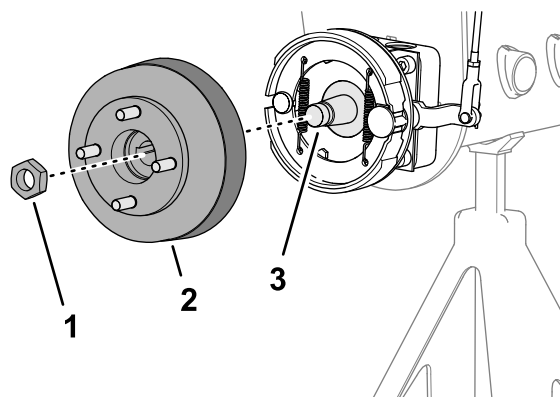
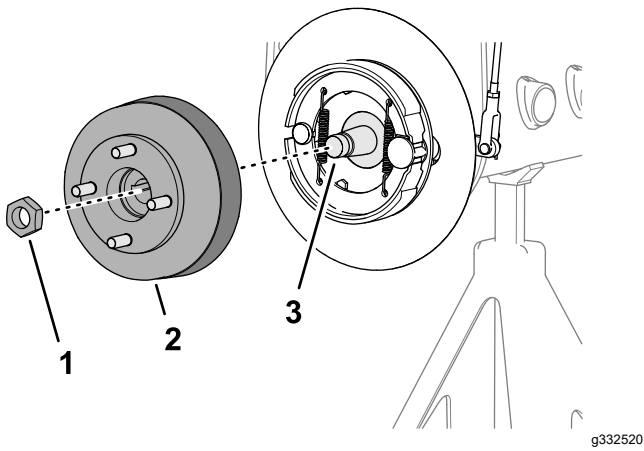

図 72
図 73
3. ホイールハブとブレーキドラムをホイールモータのシャフトに組み付ける図72または図73。
4. ロックナットでホイールハブをシャフトに取り付け 図 72または 図 73、手締めする。